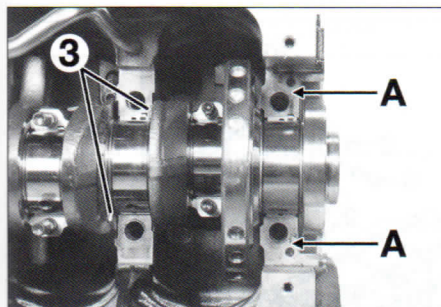

FIG. 54
motor), los separadores (3) axiales con la cara ranurada lado cigüeñal (fig. 54).
- Aplicar pasta de silicona en la superficie del apoyo nº 1 en (A) (fig. 54).